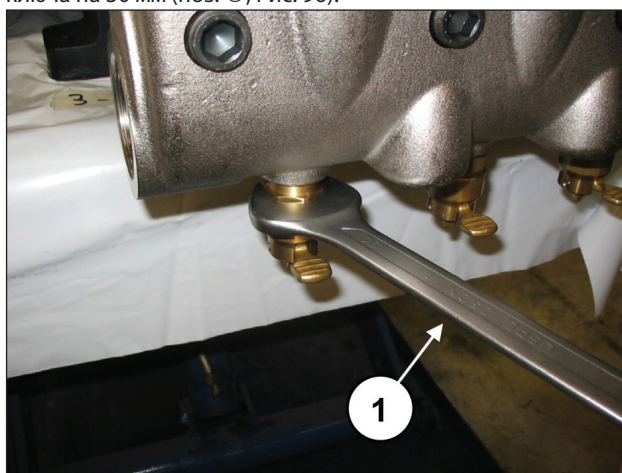

Рис. 96
Открутите устройство открывания клапанов с помощью ключа на 30 мм (поз. ①, Рис. 96).